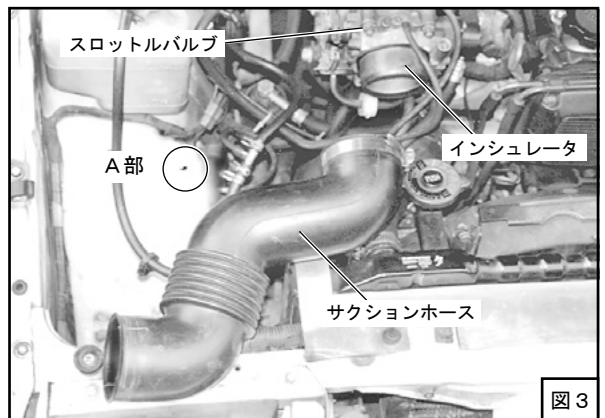

図 3
- (5) スロットルバルブからサクシオンホース・インシュレータを取外してください。(図 3)